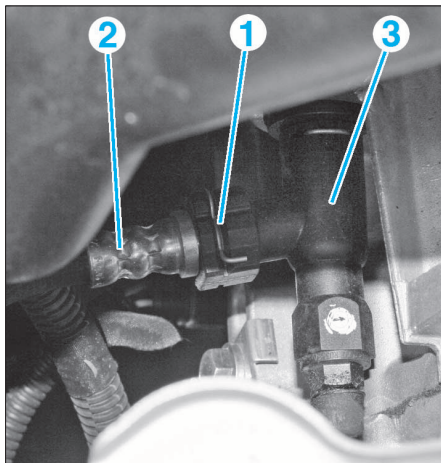

FIG. 5
- Retirer l'agrafe de verrouillage (1) de la canalisation hydraulique (2) sur le raccord (3) (Fig.5).